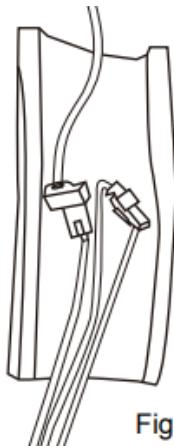

Figure 8
3. Connecter les bornes d'accueil de l'unité intérieure et de l'unité extérieure, voir la figure 8.